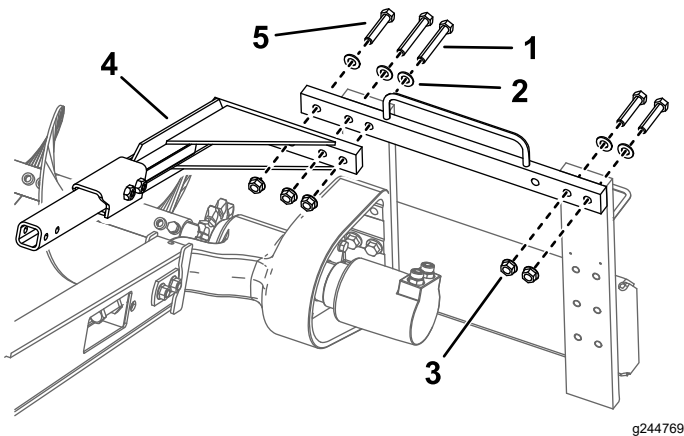

Figure 9
- Boulon (6)
- Retirez les 2 boulons ($\frac{5}{8}$ " x 3"), les 2 rondelles et les 2 écrous qui fixent le côté droit du bâti supérieur et placez-les dans les trous correspondants sur la gauche (Figure 9).
- Montez la barre de sécurité par dessus la chaîne de la trancheuse à l'aide des 3 boulons, rondelles et écrous à embase retirés précédemment (Figure 9).